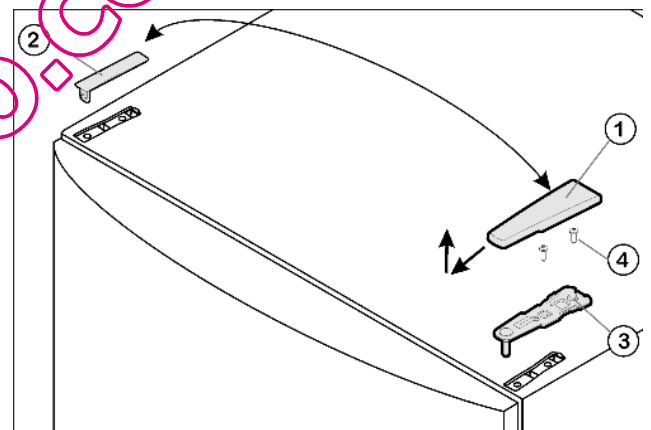

Fig. 4
- Tirer le cache Fig. 4 (1) vers l'avant et l'enlever par le haut.
- Retirer le cache Fig. 4 (2).
- Dévisser la charnière supérieure Fig. 4 (3) (2 vis Torx 25) Fig. 4 (4) et l'enlever par le haut.
- ▶ Placer la charnière supérieure *Fig. 4 (3)* sur le nouveau côté charnière dans la porte.
- ▶ Visser la charnière supérieure (2 x vis Torx 25). *Fig. 4 (4)*. Pointer les trous de vissage ou utiliser une visseuse sans fil.
- ▶ De l'extérieur, poser puis encliquer le cache *Fig. 4 (1)* et le cache *Fig. 4 (2)* sur le côté opposé.